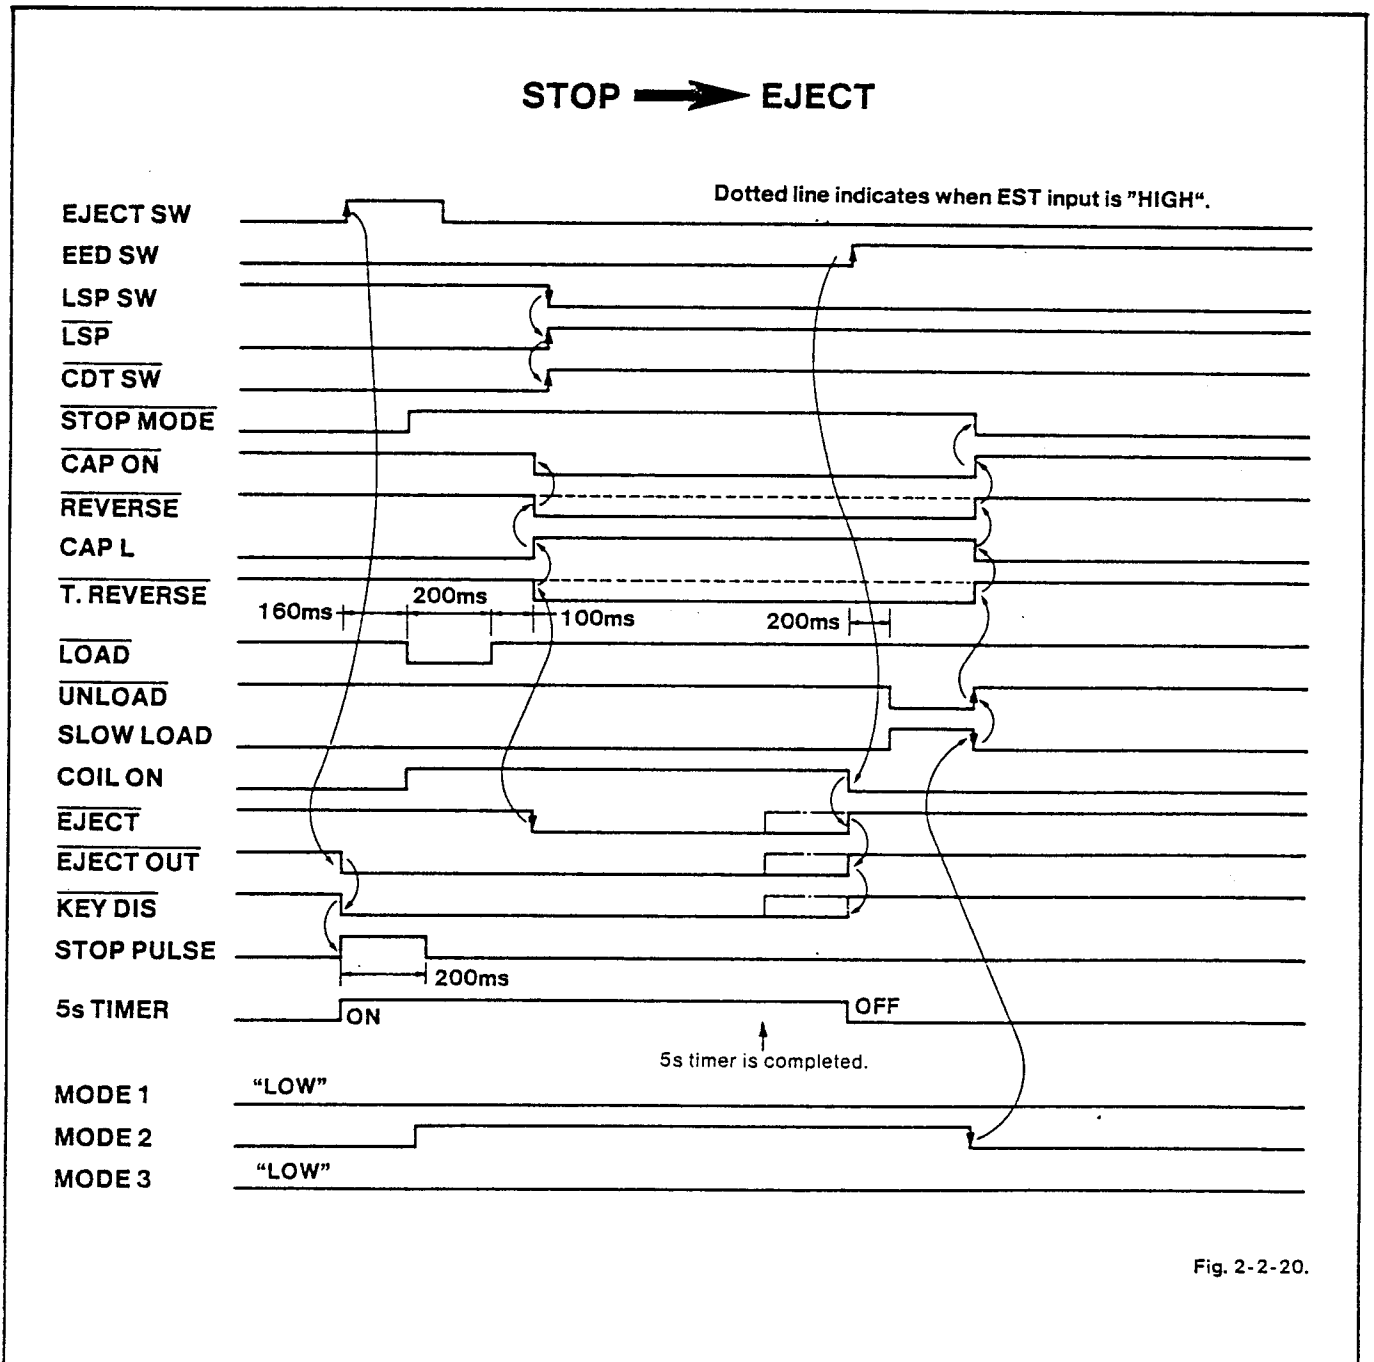

Fig. 2-2-20.
16) STOP — EJECT (See Fig. 2-2-20)